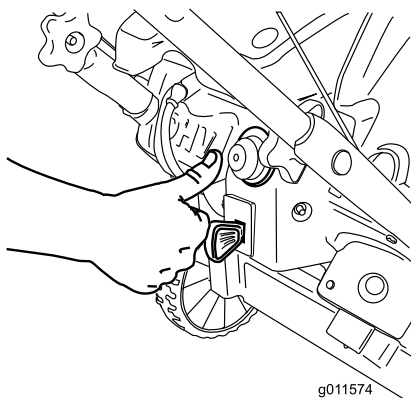

Figure 19
3. Appuyez fermement à 2 reprises sur l'amorceur avec le pouce, en marquant une pause d'une seconde chaque fois (Figure 19).